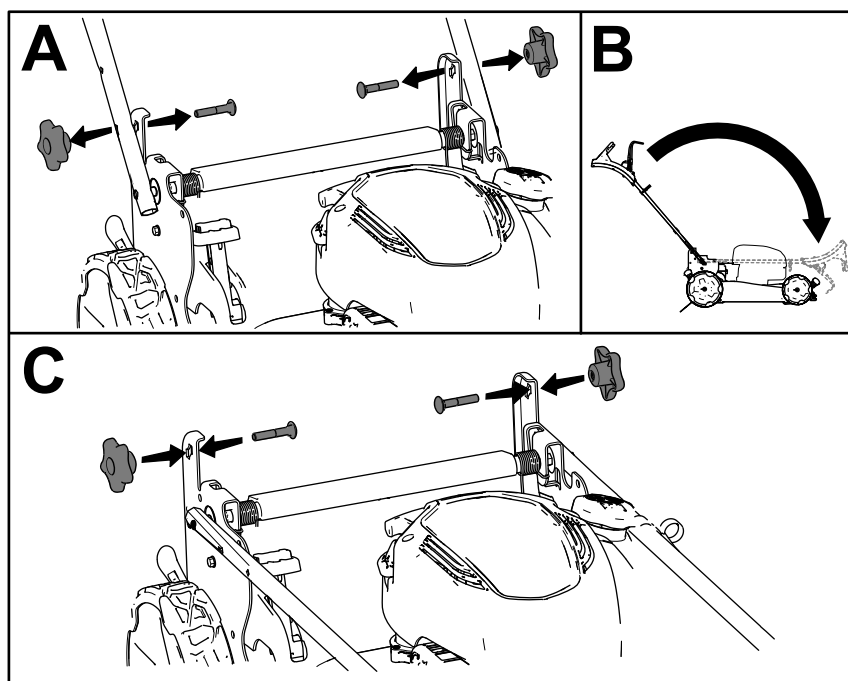

Figure 19
1. Retirez les 2 boutons de guidon et les 2 boulons de carrosserie des supports du guidon (A de Figure 19) et conservez-les.
2. Repliez le guidon en le faisant pivoter en avant (B de Figure 19).
3. Vissez légèrement les boutons et les boulons de carrosserie sur les supports du guidon (C de Figure 19).